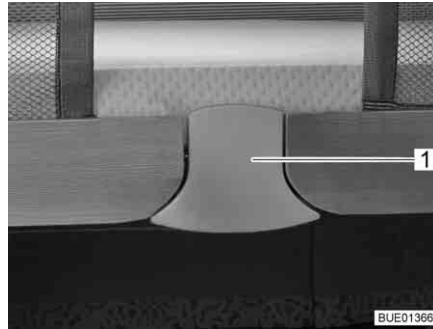

Bild 88 Entriegelung
- Entriegelungsfläche (Bild 88,1) unten herausziehen. Die Verriegelung ist gelöst.